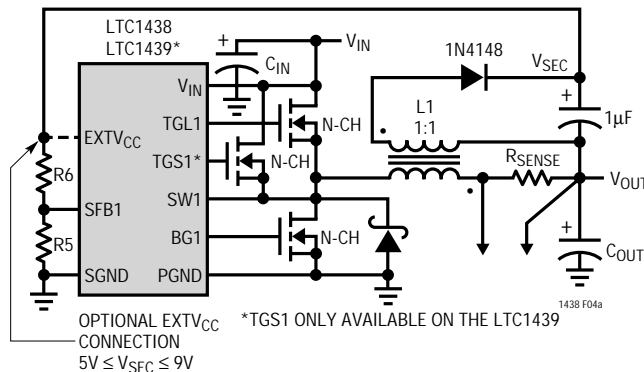
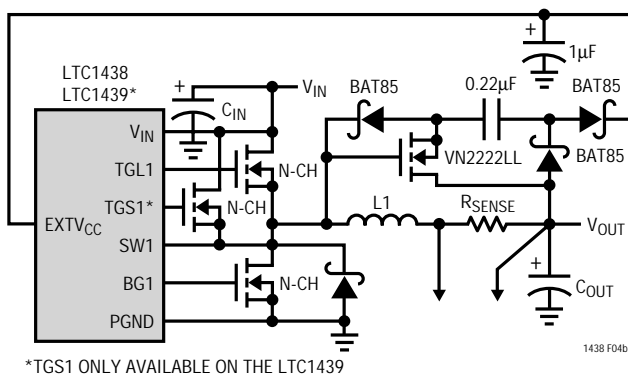

Figure 4a. Secondary Output Loop and EXTV_{CC} Connection
Figure 4b. Capacitive Charge Pump for EXTV_{CC}
- EXTV_{CC}を出力から引き出すブースト・ネットワークに接続する。3.3Vおよび他の低電圧レギュレータでは、EXTV_{CC}を4.8V以上にブーストした出力誘導型電圧に接続すれば効率が改善されます。これは図4aに示す誘導性ブースト巻線、または図4bに示す容量性チャージポンプを使用すれば実現できます。チャージポンプには、磁気回路が単純になるという長所があります。
二次側出力電圧は、図4aに示すとおり、トランスの巻数比とSFB1ピンに接続される1組の外付け抵抗との関連によって設定されます。二次側の安定化された電圧(図4aの V_{SEC})は、次のとおり与えられます：